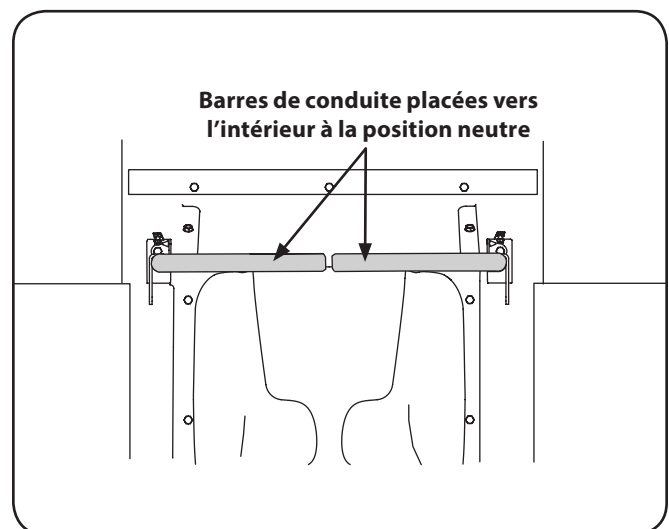

Figure 5-1
5. Poussez les deux barres de conduite vers l'intérieur à la position neutre. Voir Figure 5-1.